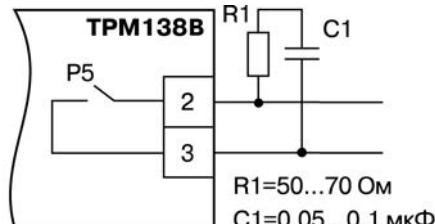

Рисунок 3.13 – Шунтирование контактов реле при работе с индуктивными нагрузками
3.2.6.3 В приборах модификации TPM138B-P в качестве выходных устройств используются **электромагнитные реле**, нормально открытые контакты которых выведены на внешние соединительные клеммы. Для увеличения срока службы реле их контакты (особенно при коммутации нагрузок индуктивного характера) рекомендуется шунтировать искрогасящими BC-цепями (рисунок 3.13).